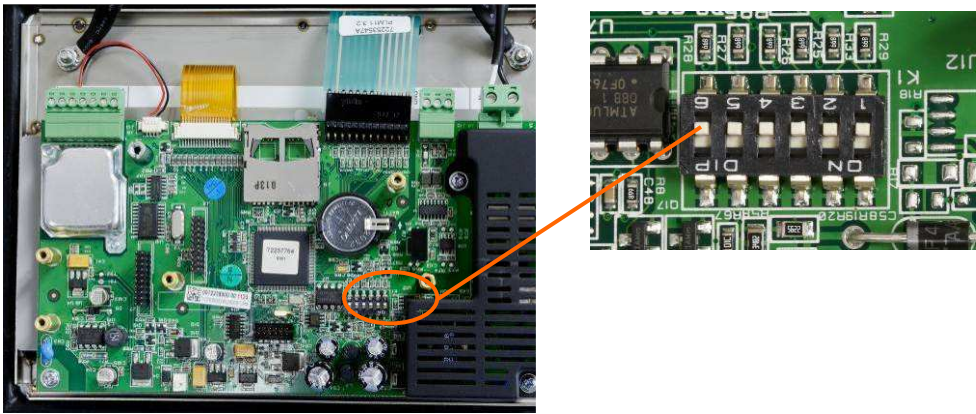

图 2-46:主板上开关 1 位置
主板上有个 6 位拨码开关.见图 2-46.
1. 确定秤台>类型>认证下已经选择了正确的区域，将计量开关 SW1-1 设为 ON（参考图 2-46 和表 2-11）。